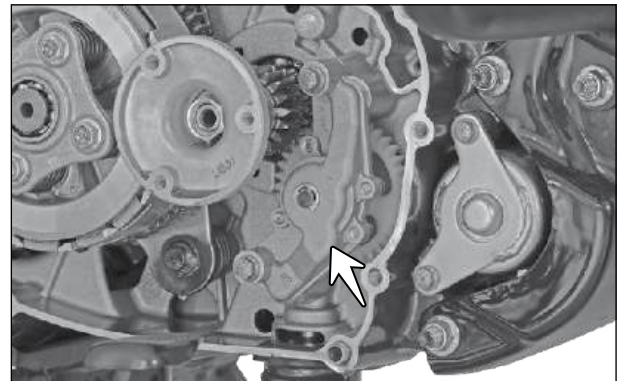

Fig. 4.21
- O conjunto da bomba de óleo é montado no lado direito da carcaça do motor (seta), logo abaixo do conjunto do filtro centrífugo. (Fig. 4.21)